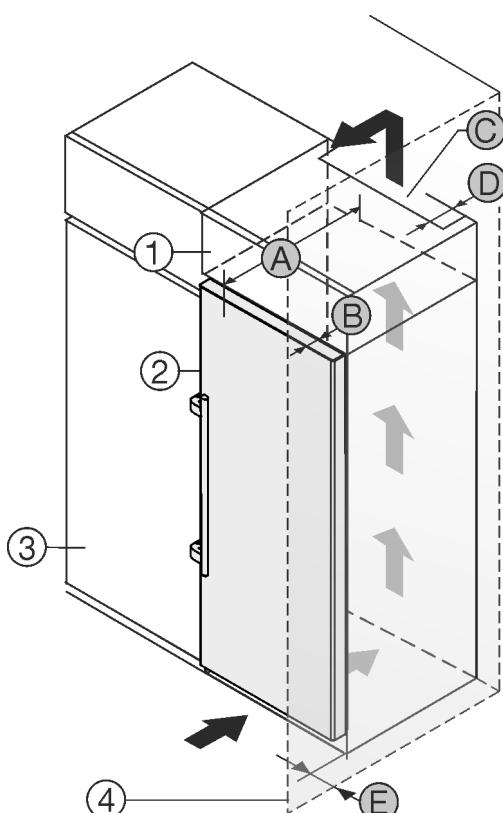

Fig. 2
- (1) Шафа для встановлення на пристрой*
- (2) Пристрой*
- (3) Кухонна шафа*
- (4) Стінка*
- (A) Глибина пристроя*
- (B) Глибина дверей*
- (C) Вентиляційний зазор*
- (D) Відстань задня сторона пристроя*
- (E) Відстань до сторони пристроя*
Ви можете встановити пристрій безпосередньо поряд із кухонною шафою Fig. 2 (3).*
Зі зворотного боку шафи для встановлення на пристрой слід передбачити вентиляційну шафу завглибшки Fig. 2 (D) на всю ширину цієї шафи.*
Слід дотримуватись вентиляційного отвору Fig. 2 (C) в стелі приміщення.*
Якщо пристрій із шарнірами встановлюється поряд зі стіною Fig. 2 (4), відстань між пристроєм та стіною повинна бути не менше 57 мм. Це відповідає необхідній відстані для ручки після відкривання дверцят.*
Щоб мати можливість повністю відкривати дверцята, потрібно, щоб пристрій виступав на відстань глибини дверцят Fig. 2 (B) відносно передньої панелі кухонної шафи. Залежно від глибини кухонних шаф Fig. 2 (3) та використання пристінних розпірок пристрій може ще більше виступати вперед.*